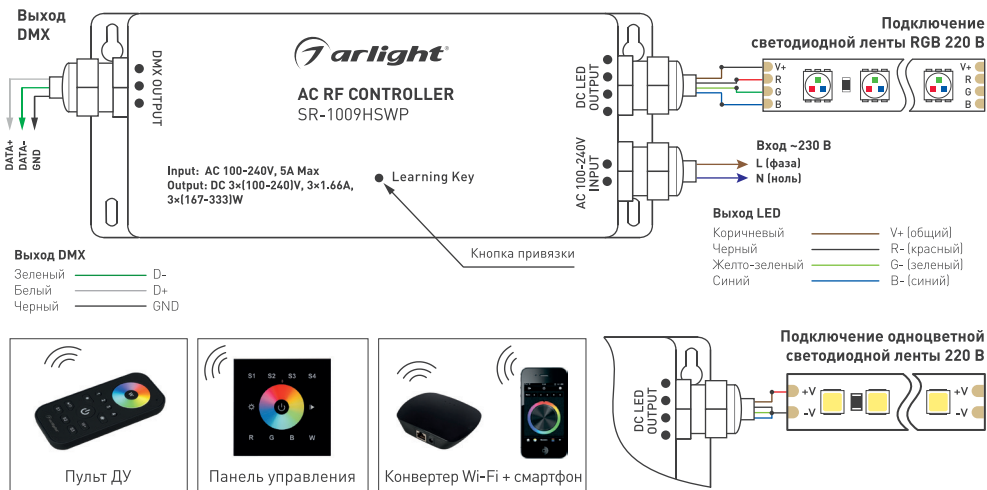

Рис.1. Схема подключения и цветовая маркировка проводов.
- 3.3. Подключите светодиодную ленту или другой совместимый источник света к выходу «DC LED OUTPUT» контроллера, соблюдая полярность и цветовую маркировку проводов (Рис. 1).